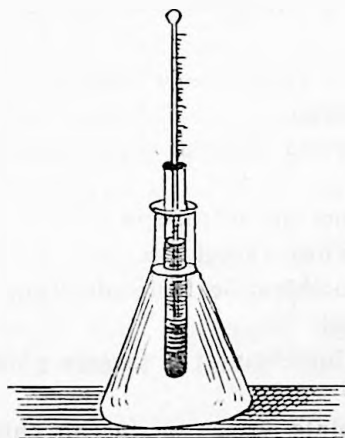

Fig. 56. Topirea fosforului la  $44^{\circ}$ .
**Experiență.** Luăm o eprubetă în care punem puțină apă și o bucățică de fosfor. (Fig. 56).